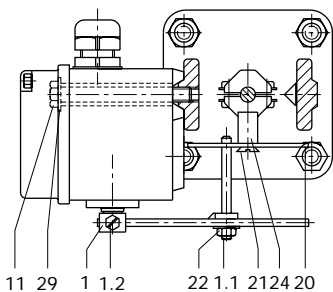

Fig. 3 · Aanbouw bijv. model 240
2.1.1 Aanbouw aan ventiel in gietjukuitvoering (fig. 3)